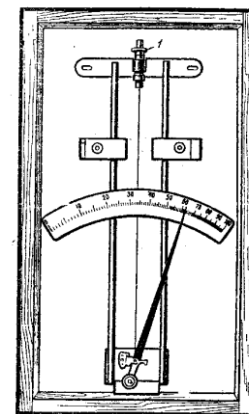

рис.7
2. Укажите название основных частей прибора (рис.7).